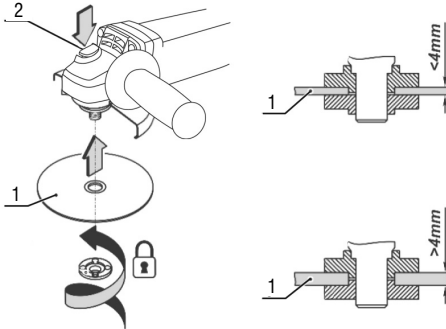

Fig. 5 – Montagem do disco na máquina
- Coloque o disco (Fig. 5 - 1).